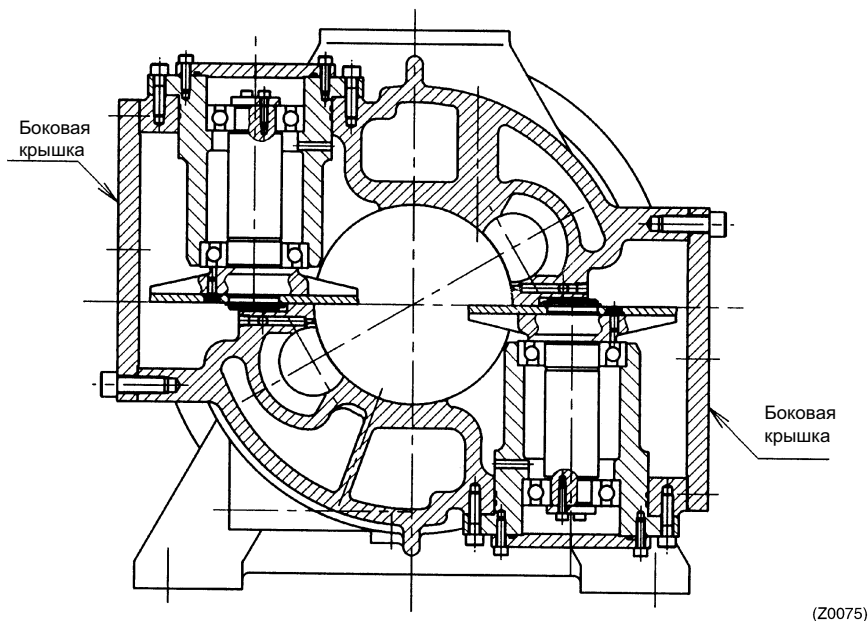

Рис. 3-4 Места расположения боковых крышек
(3) Удалить боковые крышки с обеих сторон компрессора. (Рис. 3-4)